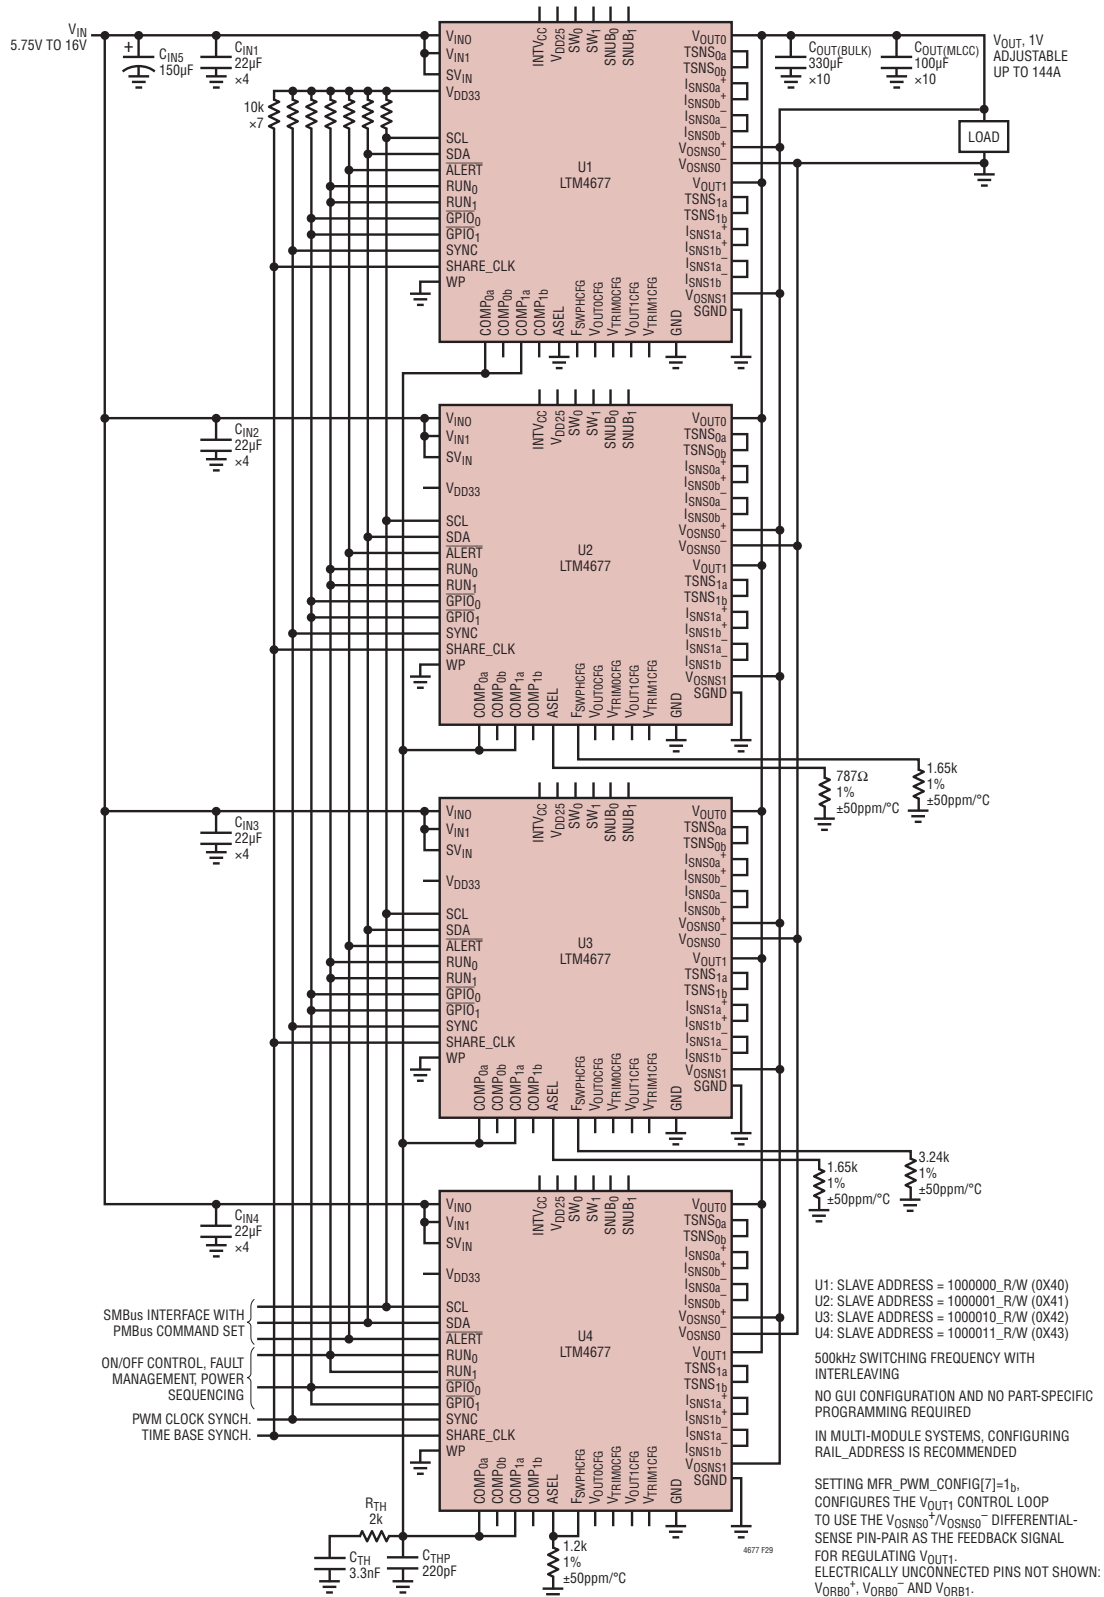

図29. 並列接続された4個のLTM4677が最大144Aで1V出力を生成。2線 I²C/SMBus/PMBusシリアル・インタフェースでアクセス可能なパワーシステム・マネージメント機能を搭載。評価や詳細情報については、デモボード DC2143 を参照
- 並列モジュールの場合は、図29に示すように、 V_{OUTn} 、 V_{OSNS0+}/V_{OSNS-} や $V_{OSNS1}/SGND$ の電圧検出用差動ペア入力、 $RUNn$ 、 $\overline{GPIO}n$ 、 $COMPna$ 、 $SYNC$ 、 $SHARE_CLK$ の各ピンを互いに接続します。